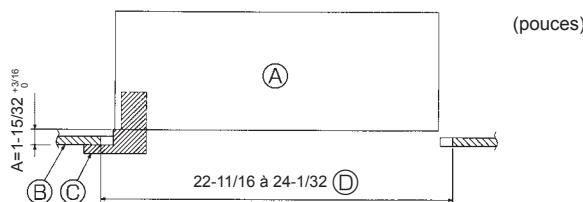
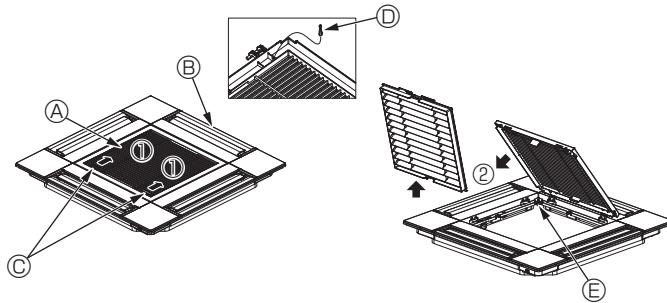

Fig. 10-2
Fig. 10-3
10.2. Préparatifs préalables à la fixation de la grille (Fig. 10-2)
- ① Appareil principal
- ② Plafond
- ③ Jauge (Accessoire)
- ④ Dimensions de l'ouverture dans le plafond
10.2.1. Dépose de la grille d'admission (Fig. 10-3)
- Pour ouvrir la grille d'admission, faites glisser les leviers dans le sens indiqué par la flèche ①.
- Lorsque la grille se trouve en position "ouverte", retirez la charnière de la grille d'admission dans le sens indiqué par la flèche ②.
- ① Grille d'admission
- ② Grille
- ③ Leviers de la grille d'admission
- ④ Crochet de grille
- ⑤ Orifice pour crochet de grille